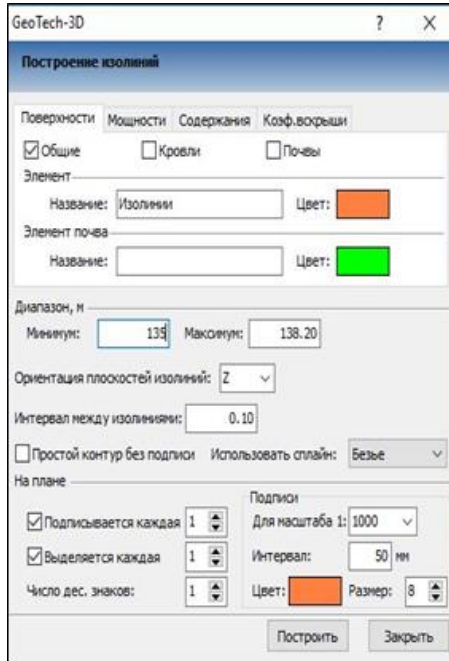

Рис. 9.2. Пример параметров изолиний
3.2. Установите параметры согласно рис. 9.2 и нажмите **Построить**.